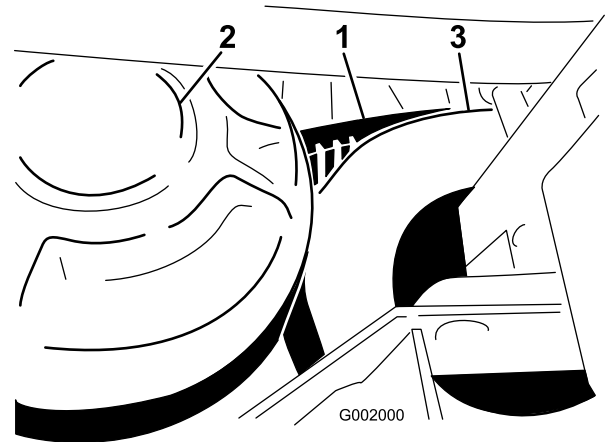

Figura 61
1. Rode e coloque a correia sobre a embraiagem secundária (Figura 61).